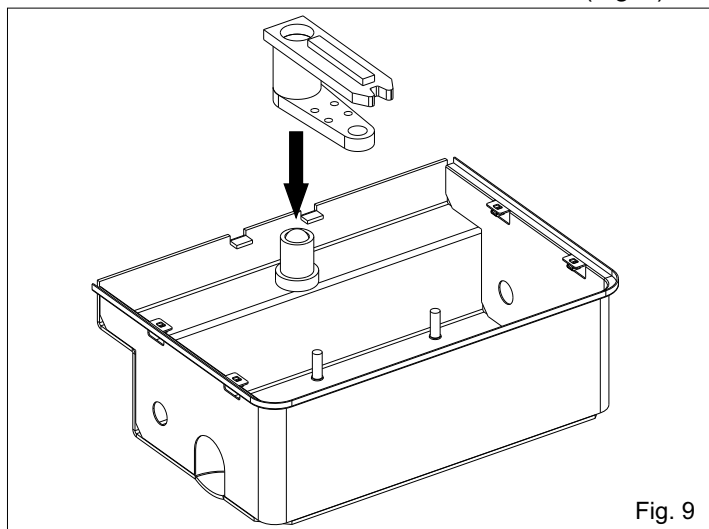
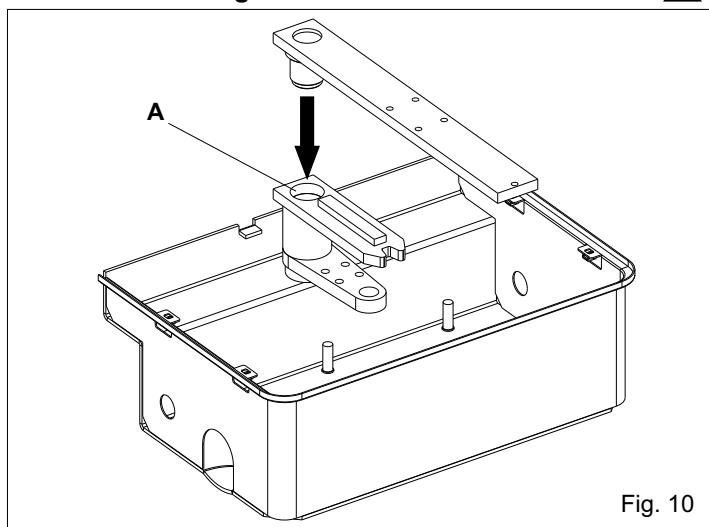

Fig. 9
Fig. 10
2.5. Insérer l'ensemble manivelle dans l'arbre foré (Fig. 9)
2.6. Graisser abondamment le trou A et insérer l'ensemble vantail (Fig. 10)
N.B: Pendant l'insertion des ensembles lubrifier les mêmes avec de la graisse en dotation (Fig.8, Fig.9, Fig.10).